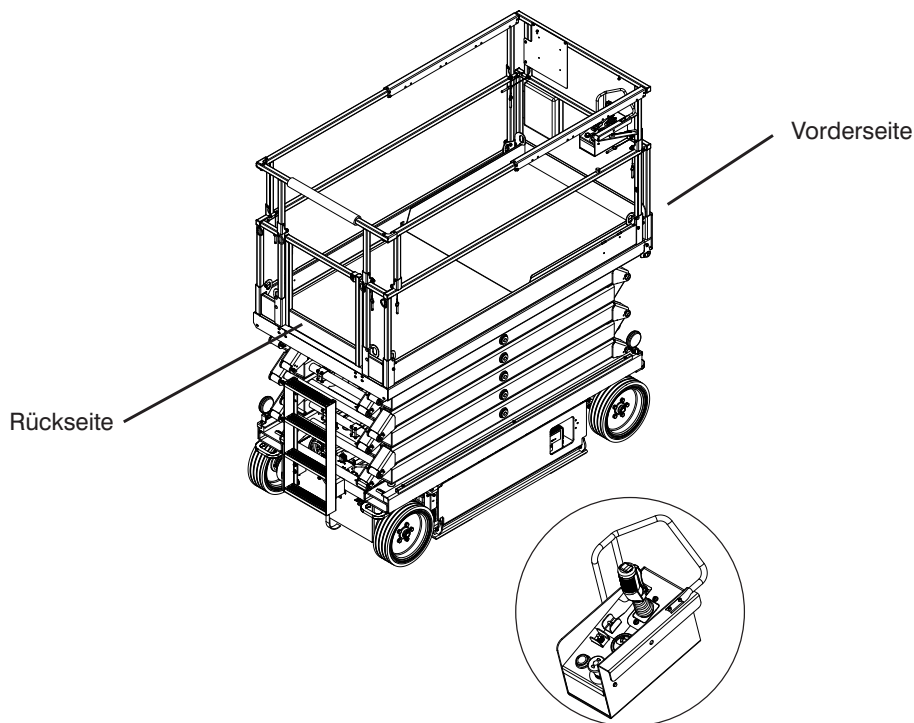

Abbildung 3-11. Steuerpult mit langem Kabel außerhalb der Plattform
- Sicherstellen, dass Bediener und Steuerpult exakt in die selbe Richtung wie die MEWP ausgerichtet sind (siehe **Abbildung 3-11**).